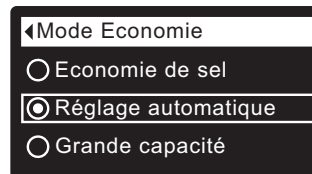

FIG. 86
8a. Mode Économie (dosage du sel) : Si le cercle vis-à-vis du mode d'économie souhaitée a déjà un point (cf. Figure 86), passez à l'étape 9. Sinon, appuyez sur le bouton BAS (▼) ou HAUT (▲) pour passer au mode d'efficacité souhaité, puis sur le sélecteur (O) pour confirmer votre choix.